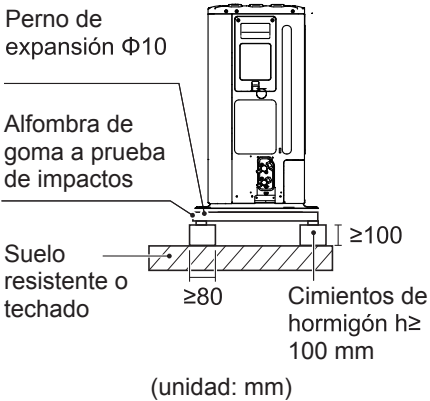

Fig: 6-3
- Si el agua no se drena fácilmente de la unidad, monte la unidad sobre una base de bloques de hormigón, etc. (la altura de la cimentación debe ser aproximadamente de 100mm. (Véase la Fig. 6-3).